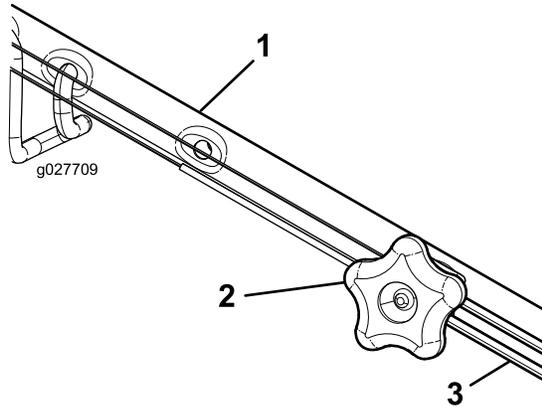

Figura 33
1. Gire el pomo de ajuste en sentido antihorario para aflojar el cable (Figura 33).
2. Ajuste la tensión del cable (Figura 33) tirando del mismo hacia atrás o empujándolo hacia adelante, y sujételo en esa posición.